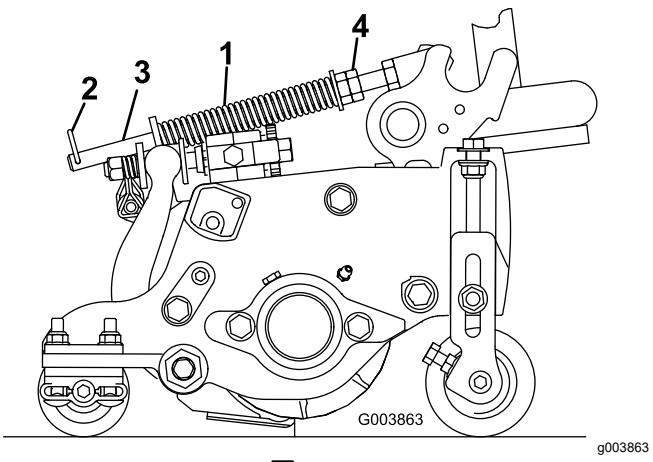

图 21
草坪补偿弹簧 图 21 可将重量从前滚筒转移至后滚筒。这有助于减少草坪的波动图形也称为波浪形或摆动形。
1. 确保发卡销安装在弹簧杆的后孔内 图 21。
2. 拧紧弹簧杆前端的六角螺母直至压缩后的弹簧长度为 159mm (图 21)。